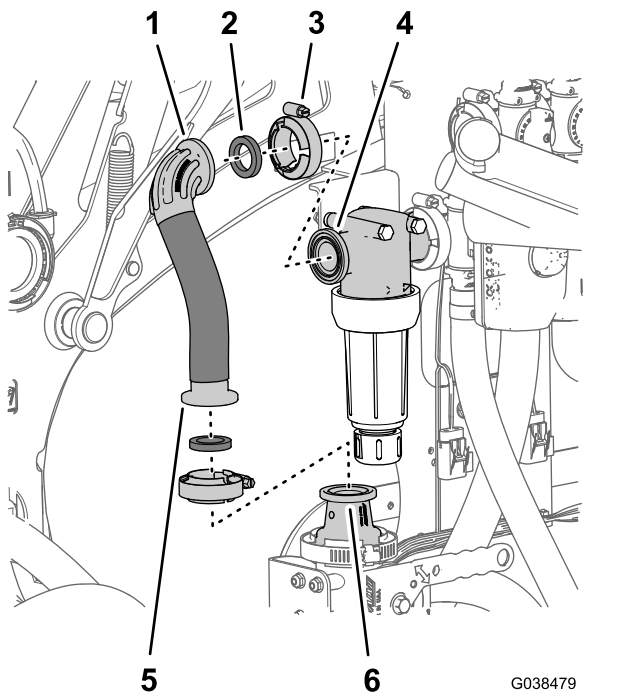

図 76
1. 上側散布用給液ホース2.5 x 22cmのバーブ付きストレートフィッティングとガスケット25 x 35mmを、エダクタ停止バルブのアダプタのフランジに合わせる **図 76**。
2. ホースをアダプタに仮組みする 図 76 フランジクランプ4064mmを使用する。
3. 上側給液ホースのフランジ付き90°フィッティングとガasketを、フィルタヘッドのフランジに合わせる 図 76。
4. フランジ付き90°エルボをフィルタヘッドに固定する 図 76 フランジクランプ4064mmを使用する。
5. 上側給液ホースのバーブ付きストレートフィッティングをエダクタ停止バルブアダプタに固定しているフランジクランプを締め付ける 図 76。